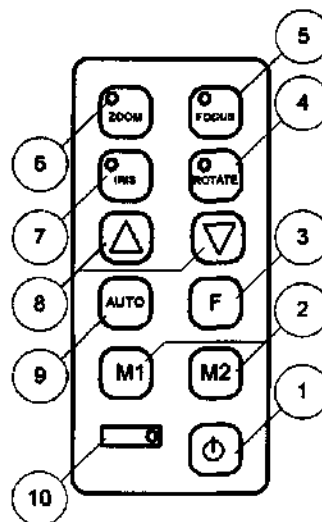

Рис. 9. Пульт управления видеокамерой
Функции видеокамеры управляются с помощью дистанционного пульта управления (Рис.9), питающегося от двух батарей типа AAA (рабочая частота диапазона ISM 433.1МГц, мощность 10dBm, GFSK модуляция)
Для включения видеокамеры нажмите кнопку 1 пульта управления (рис.9). Если в течении 10 с ни одна функция не активизирована, видеосистема переходит в «спящий» режим. Для того чтобы вывести видеосистему из «спящего» режима снова нажмите на кнопку 1 (рис.9). При помощи пульта управления можно регулировать следующие функции:
- масштабирование - ZOOM (поз. 6, рис. 9),
- фокус - FOCUS (поз. 5, рис. 9),
- диафрагма - IRIS (поз. 7, рис. 9),
- поворот - ROTATE (поз. 4, рис. 9).
При активации какой-либо функции загорается зеленый светодиод, расположенный в углу кнопки данной функции. Кнопки M1, M2 (поз. 2, рис. 9) позволяют сохранить заданные настройки видеокamеры. Для того чтобы сохранить настройки видеокamеры нажмите на кнопку M1 или M2 и удерживайте ее в течение 5 с (все светодиоды должны мигнуть). При нажатии на кнопку AUTO (поз. 9, рис. 9) будут возвращены заводские настройки фокусировки и диафрагмы. Кнопка ROTATE (поз. 4, рис. 9) позволяет перевернуть изображение. Кнопка F (поз. 3, рис. 9) активизирует функцию стоп-кадра. При низком заряде батарей загорается красный светодиод (поз. 10, рис. 9).